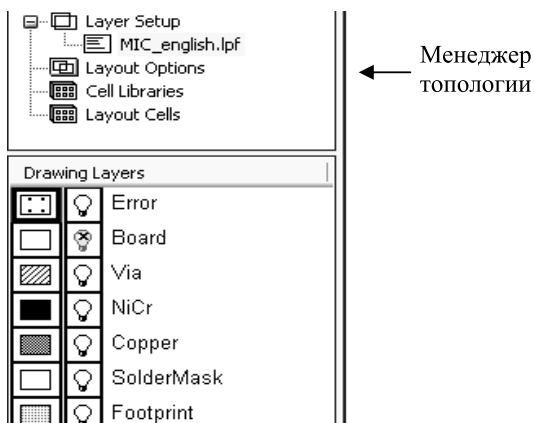

Рис. 4.1
4. Выделите файл **MIC_english.lpf** и нажмите **Открыть**. Окно менеджера топологии будет выглядеть, как показано на рис. 4.1. Слои в нижней части окна менеджера топологии отображаются в том случае, если на рабочем поле открыто окно схемы.